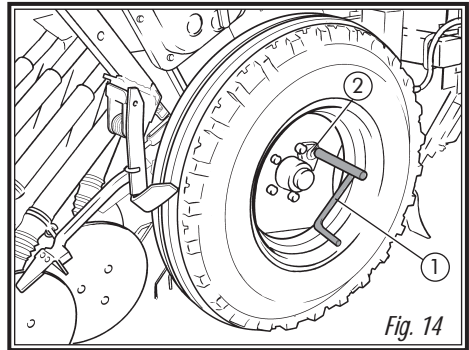

Fig. 14
**TROISIÈME:** on place le levier de réglage (1, fig. 14) dans le logement prévu (2, fig. 14) de la roue droite et on donne quelques tours jusqu'à ce que la semence commence à tomber sur l'auget. On retourne la semence dans la trémie et on commence à faire les tours réels pour l'essai.